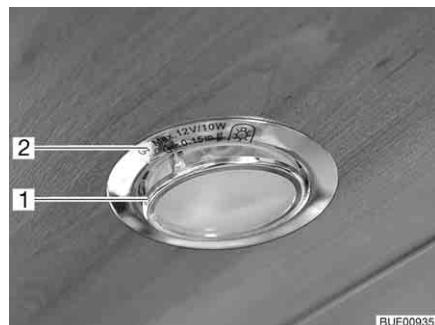

Fig. 176 Lampada alogena a incasso (piatta)
La lampada alogena a incasso (Fig. 176,2) è incassata nel diaframma.
- Estrarre l'anello di copertura interno con lastra di vetro (Fig. 176,1) con uno strumento adeguato (p. es. un coltello non affilato) dall'involucro.